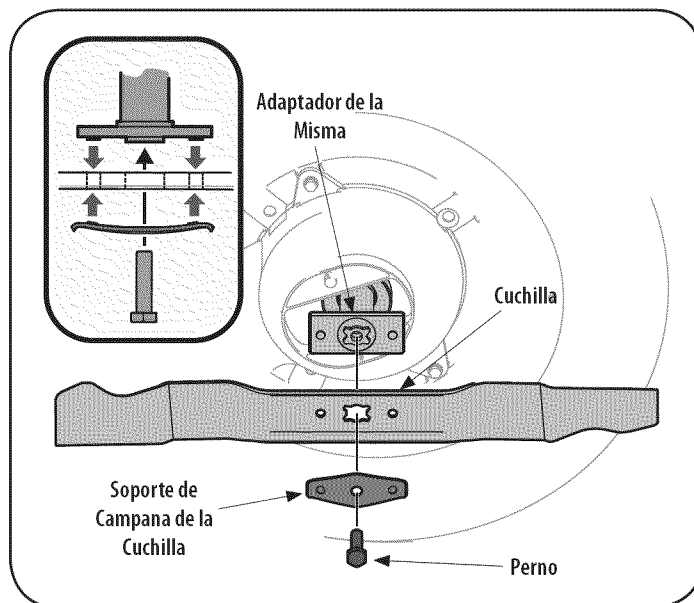

Figura 19
2. Saque el perno y el soporte de campana de la cuchilla que sostienen la cuchilla y el adaptador de la misma al cigüeñal del motor. Vea la Figura 19.
5. Lubrique el cigüeñal del motor y la superficie interna del adaptador de la cuchilla con aceite ligero. Deslice el adaptador de la cuchilla sobre el cigüeñal del motor. Instale la cuchilla en el adaptador con el lado marcado "Bottom" (inferior) (o con el número de parte) hacia el piso cuando la cortadora de césped está en posición de funcionamiento. Asegúrese que la cuchilla quede alineada y asentada en las bridas del adaptador. Vea la Figura 19 inserto.